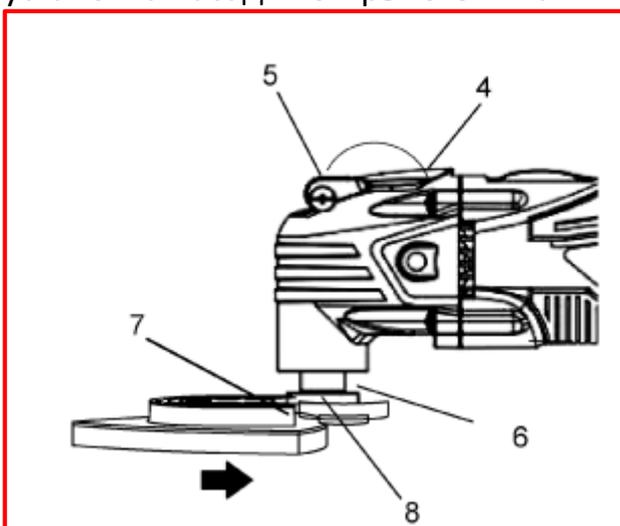

Рис. 1
1. Поднимите зажимной рычаг вверх (4) и в направлении передней части инструмента до упора (5) (рис.1).
2. Вставьте насадку (7) в открытый шпиндель для крепления насадок.
4. Переместите зажимной рычаг в исходное положение (4), чтобы закрепить насадку на креплении для насадок.